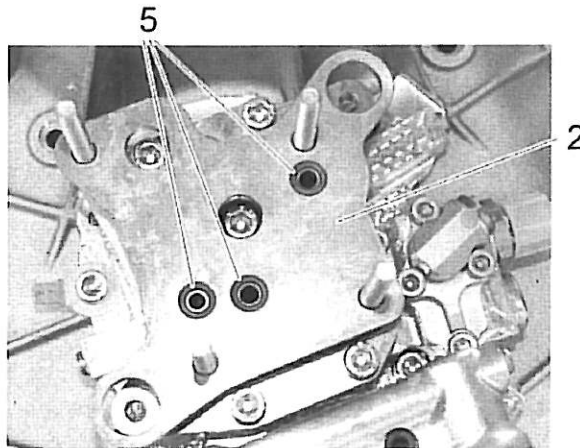

Bild 16
10. Jeweils einen O-Ring (item 5) in jede der drei vorgesehenen Vertiefungen des Vibration-Isolators (item 2) einsetzen. Siehe Bild 16.